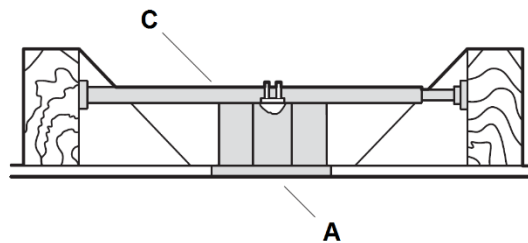

Imagen 5
Para poder colgar su ventilador en un lugar que solo disponga de montantes sin vigas, puede que necesite instalar una barra sostenedora (C) como la mostrada en la **imagen 5**. Asegúrese de que la barra sostenedora que adquiera haya sido diseñada para usarse con ventiladores de techo.